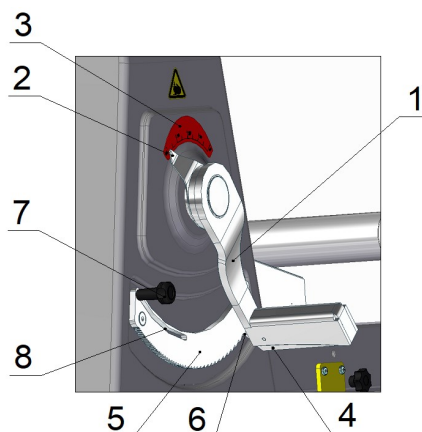

Рис.5 - Устройство регулировки толщины раскатки теста
Регулировать зазор между раскаточными скалками и тем самым толщину пласта раскатываемого теста можно при помощи рукоятки (1) (см. рис.5).